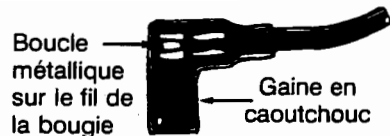

FIGURE 6
- Branchez le fil de la bougie. Vérifiez que la boucle métallique, au bout du fil de la bougie (dans la gaine en caoutchouc), est bien attachée à l'embout métallique de la bougie. Voir la Figure 6.